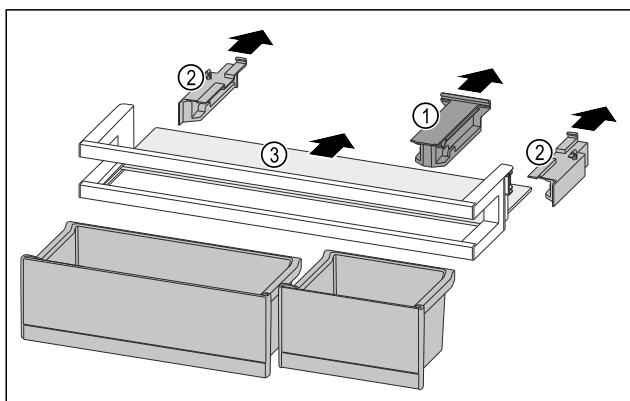

Fig. 260
- ▶ Снимите крепление Fig. 260 (1).
- ▶ Снимите боковые части Fig. 260 (2).
- ▶ Извлеките съёмную полку Fig. 260 (3).